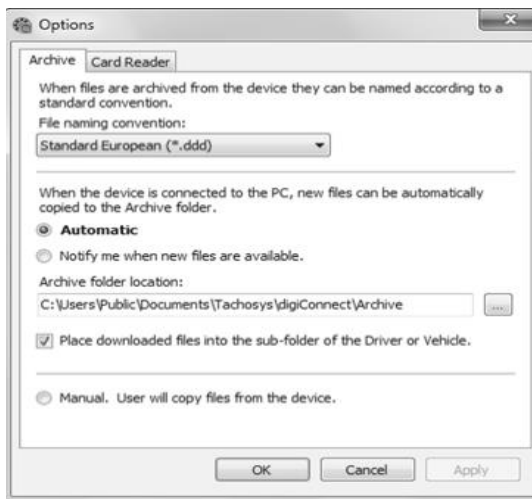

Fig 5.
1. Scegliere la modalità di denominazione dei file adatta per il proprio software di analisi in Fig. 5 (lo standard in Italia è *.ddd).